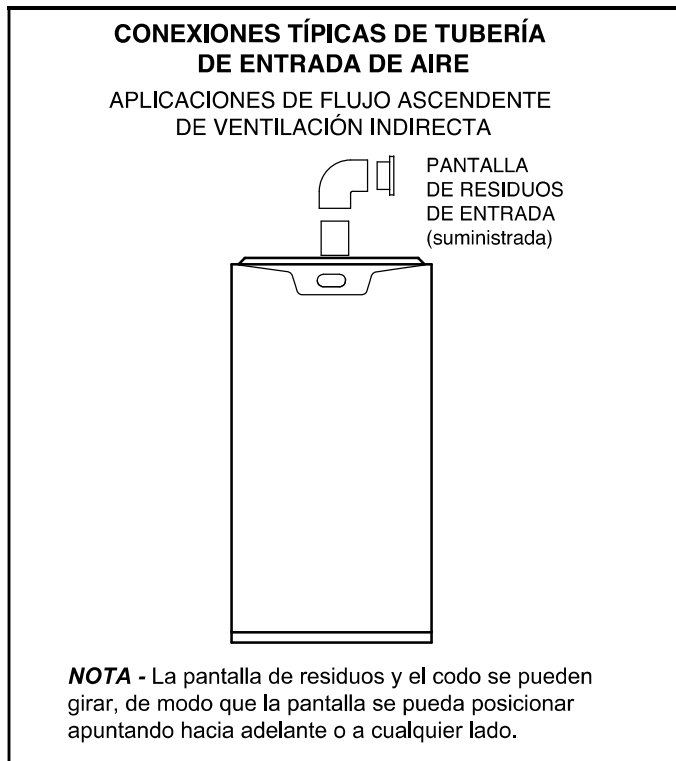

FIGURA 27
- 1 - Use los materiales proporcionados en el sitio y la pantalla de entrada de aire suministrada en la fábrica, tal como se muestra en la Figura 27 o 28. Mantenga un espaciamiento mínimo de 3" (76 mm) alrededor de la abertura de entrada de aire. La abertura de entrada de aire (con pantalla protectora) siempre debe dirigirse hacia adelante o a cualquier costado en la posición de flujo ascendente, y ya sea de forma recta hacia afuera o hacia abajo en la posición horizontal.